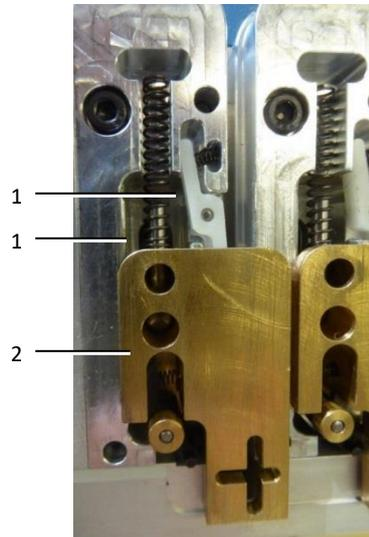

Imagen 28: Unidad de transporte
- Aplique muy poco aceite sobre el aluminio de ambos lados (imagen 28, pos. 1) de la ranura.
- Deslice el pasador de latón (imagen 28, pos. 2) hacia arriba y abajo, para distribuir el aceite.